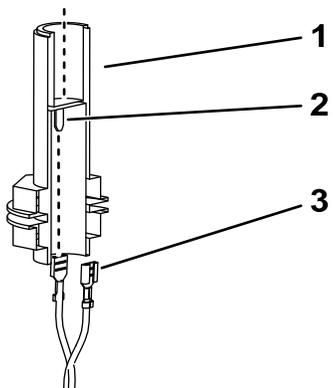

图 5
7. 将松动的警示灯线束接头连接至警示灯槽接头的薄片上如图 5。